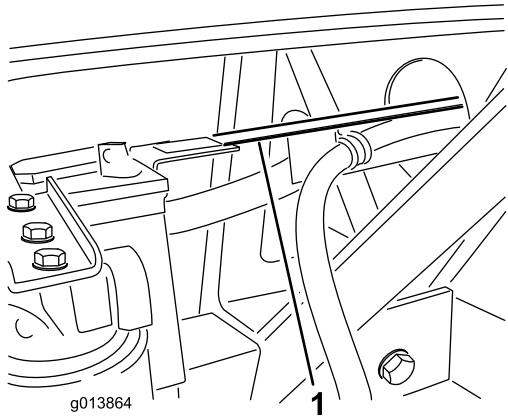

Figura 10
5. O guia de tubos deve assentar na parte superior da aba da perna vertical do tabuleiro da bateria (Figura 10). Se os furos no guia de tubos não corresponderem aos furos na aba do tabuleiro da bateria, o comprimento do guia de tubos pode ser ajustado desapertando os parafusos que prendem o guia de tubos ao suporte do depósito hidráulico e deslizando o guia de tubos para a frente ou para trás, como necessário.
6. Ligue o guia de tubos à aba do tabuleiro de bateria utilizando dois parafusos ($\frac{1}{4}$ pol. x $\frac{3}{4}$ pol.) e porcas de bloqueio flangeadas (Figura 10).